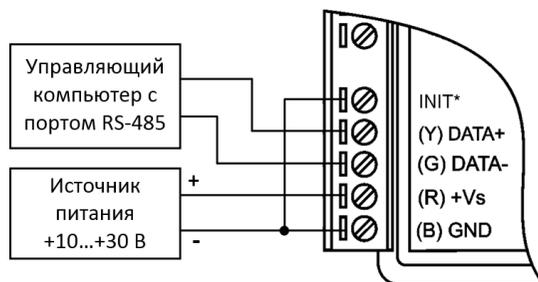

Рис. 5.5. Соединение вывода INIT* с "землей" для перехода в режим Init
- установить переключку между выводами INIT* и GND в соответствии с рис. 5.5;